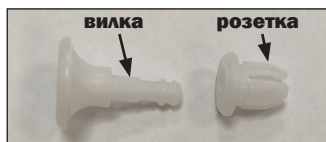

Рисунок 28
28.1 Защелки (рисунок 1, позиция 9) состоят из двух частей – вилки и розетки (рисунок 28).